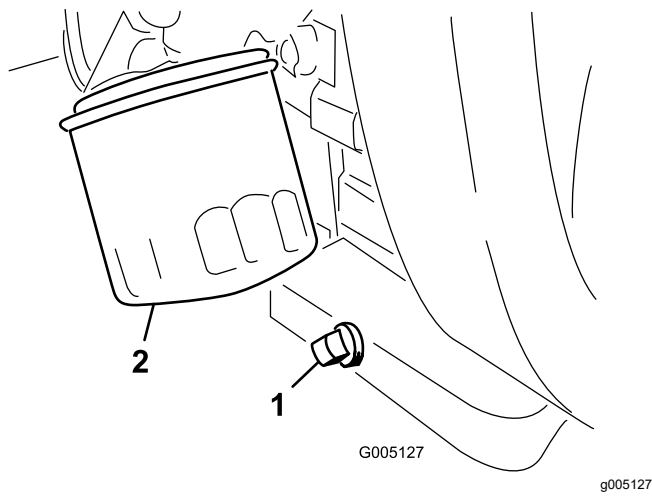

Figure 40
- Retirez le bouchon de vidange (Figure 40) et laissez couler l'huile dans un bac de vidange.
2. Nettoyez le filetage du bouchon de vidange, enduisez-le de produit d'étanchéité au PTFE et remettez le bouchon en place (Figure 40).
3. Déposez le filtre à huile (Figure 40).